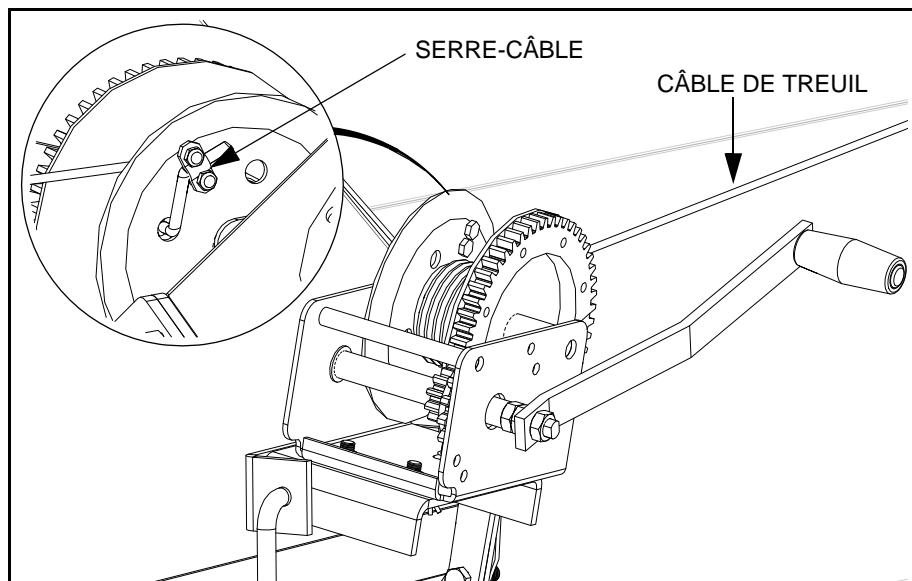

Figure 3.43 Raccord du câble de treuil à la bobine
7. Enrouler le câble sur au moins trois tours autour de la bobine du treuil, puis insérer l'extrémité du câble dans le trou sur le côté de la bobine et fixer l'extrémité au moyen du serre-câble fourni (Figure 3.43).